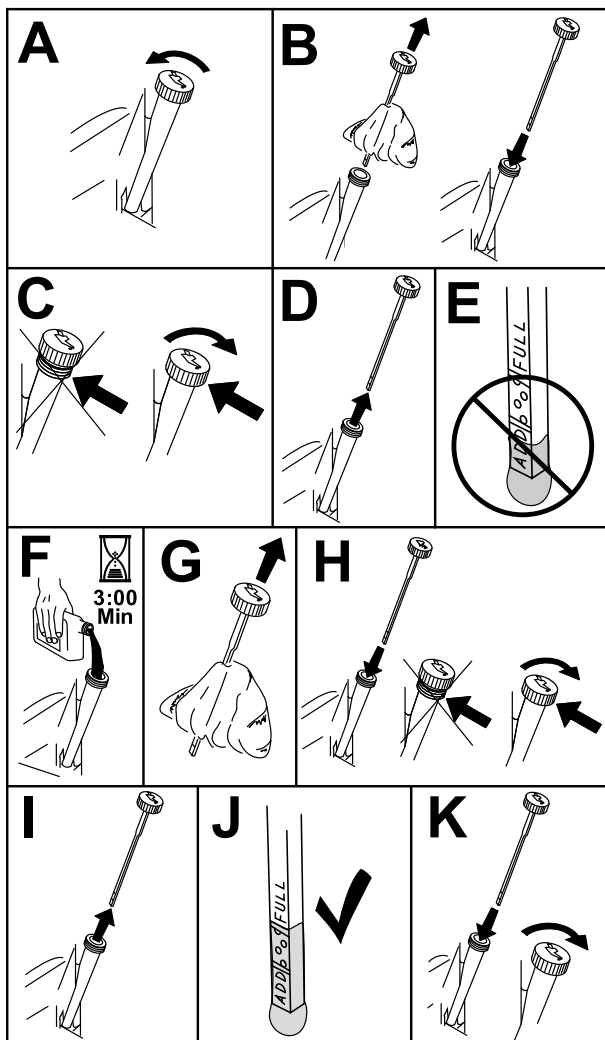

Bild 46
3. Reinigen Sie den Bereich um den Ölfüllstutendeckel bzw. den Peilstab vor dem Abnehmen, damit kein Schmutz oder Schnittgut usw. in den Motor gelangt (Bild 46).